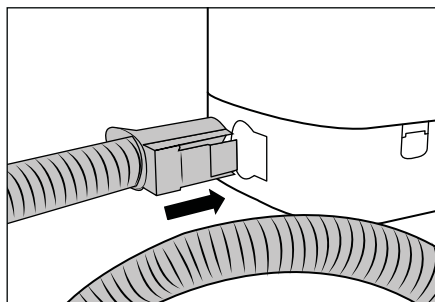

Bild 2
- ♦ Stick in spray-/sugslangen 19 i produktens spray-/sugslanganslutning 17 så att upplåsningsknappen 21 snäpper fast (se bild 2).